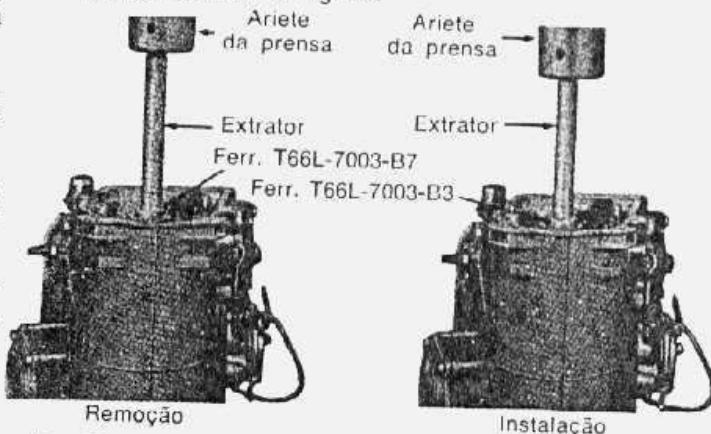

fig. 62 — substituição da bucha da carcaça da transmissão
- 1 Remover a bucha da caixa da transmissão conforme ilustrado na fig. 62.
- 2 Instalar a bucha na caixa da transmissão com auxílio da ferramenta ilustrada na fig. 62.